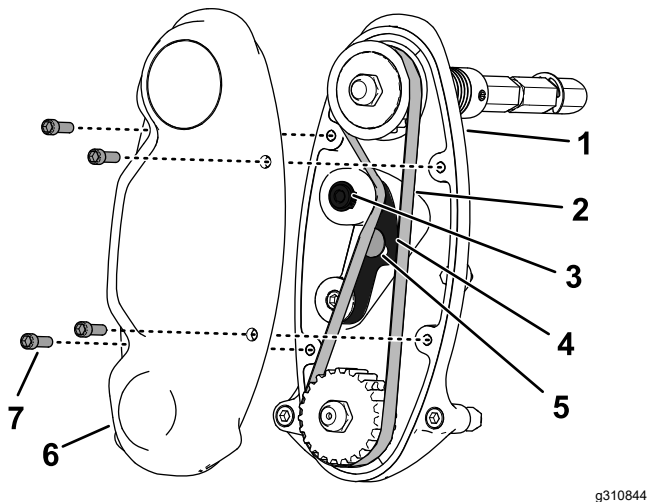

Figura 15
3. Utilizați o cheie dinamometrică cu tijă pentru a aplica 6 – 7 N·m de forță la nivelul șurubului interior al brațului de ghidare superior (Figura 15).